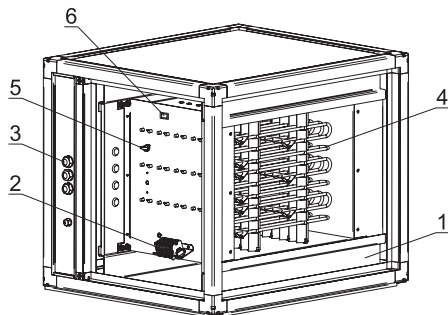

Рисунок 22
Секция воздухонагревателя (рис.22) предназначена для нагрева воздуха, подаваемого установкой в обслуживаемое помещение и представляет собой корпус, расположенный на направляющих (1), в котором находятся ТЭНы (4). Электрический воздухонагреватель имеет встроенную защиту от перегрева – два независимых биметаллических термовыключателя с самовозвратом. Один (6) с температурой срабатывания 70°С как защита против перегрева, а второй (5) с температурой срабатывания 130°С для защиты от пожара. Отсек электроподключения расположен за съёмной панелью. Подключение питания к электрокалориферу (нагревателю) осуществляется через клеммную колодку